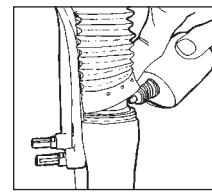

Fig. 5
1. Sollevare i parapolvere della forcella dai tubi inferiori. Pulire le superfici esterne e l'area della guarnizione Resi-wiper e del tubo superiore. Applicare da due a tre gocce di olio addizionato al teflon ai tubi superiori all'altezza della guarnizione Resi-wiper. (Vedere Fig. 5).